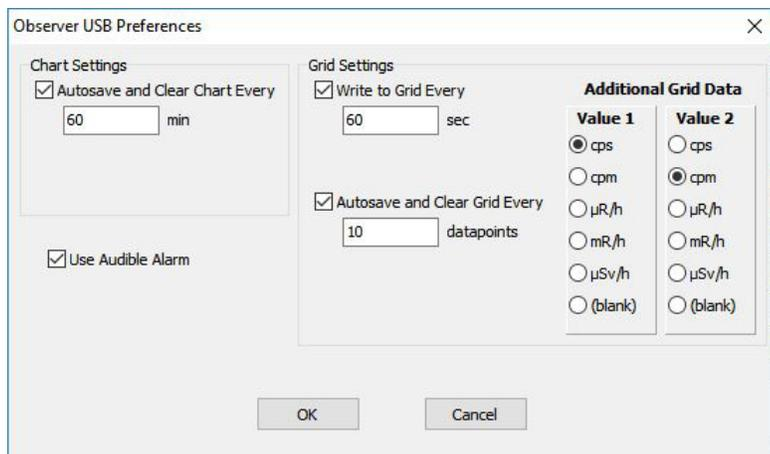

Figure 6(5)
Située sous View > Cal Panel (Affichage > Écran de calibrage), la fenêtre de l'écran de calibrage (Figure 6 (6)) affiche le numéro de série et les valeurs de calibrage. Vous pouvez utiliser l'écran d'étalonnage pour modifier un certain nombre de paramètres sur l'instrument. Le Ranger doit être dans un écran de mode ou un écran de comptage lorsque vous choisissez de mettre à jour les paramètres, car certaines modifications apportées aux éléments de menu via l'écran de calibrage ne seront pas actualisées si l'instrument affiche un écran de menu.